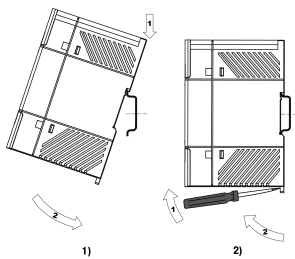

Рисунок 2 - Монтаж (1) и демонтаж (2) прибора
2. Закрепить прибор на DIN-рейке (см. рисунок 2) или на вертикальной поверхности с помощью винтов (в комплектность не входят).